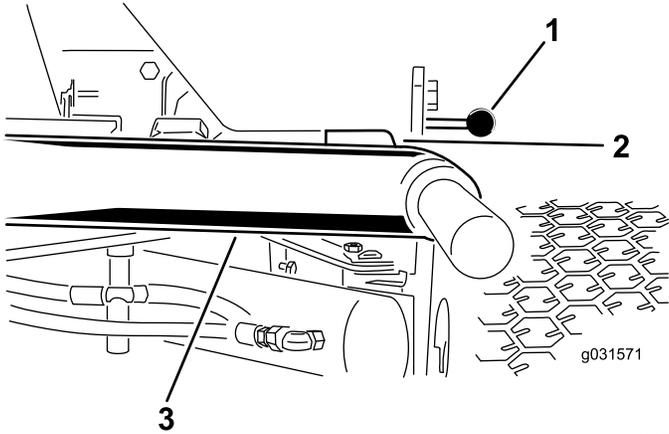

图 12
1. 启动发动机升起滚刀组确保各个提升臂与底板支架之间的间隙介于 58mm 之间如图 12 所示。